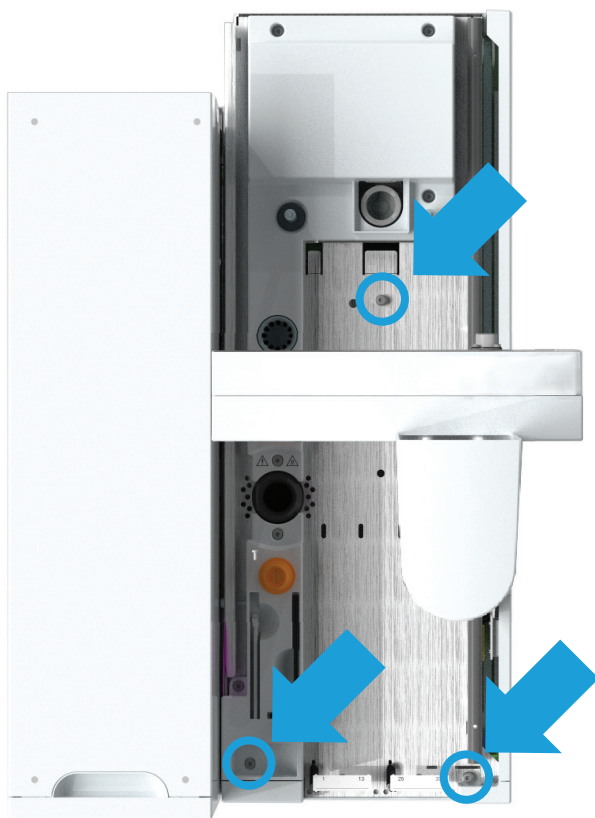

Рис. 10. Раскрутите три фиксирующих винта
- 7 Раскрутите три винта, которыми лоток крепится к корпусу. (Рис. 10)